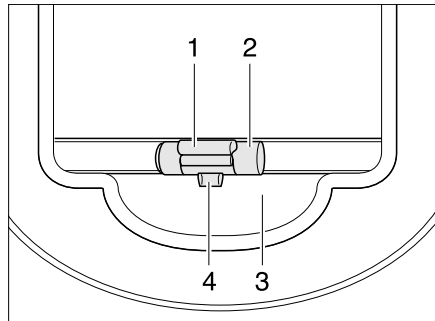

Bild 25 Verdunklungsrollo
- Das Verdunklungsrollo am Griff (Bild 25,2) nach unten ziehen und einrasten lassen.
- Das Verdunklungsrollo am Griff (Bild 25,2) leicht nach unten ziehen und die Entriegelungsleiste (Bild 25,1) nach außen drücken. Die Verriegelung (Bild 25,4) löst sich aus der Aufnahme (Bild 25,3).